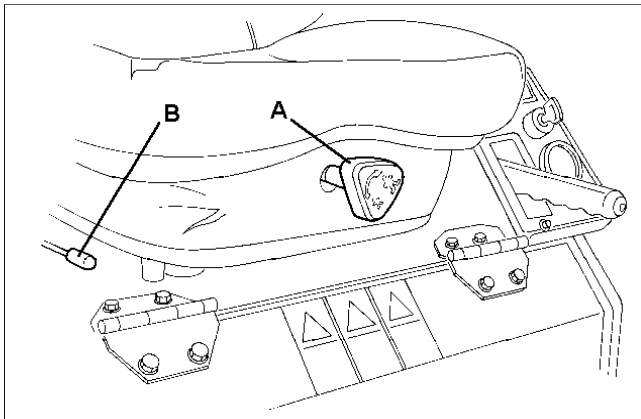

Fig.48
Der Einstellhebel und die Gewichtsanzeige (A) Bild 48) befinden sich an der Vorderseite des Sitzes unterhalb des Gummibalges. Drehen im Uhrzeigersinn erhöht das Fahrergewicht, Drehen entgegen dem Uhrzeigersinn verringert das Fahrergewicht.
Der Einstellhebel befindet sich auf der rechten Seite unterhalb des Sitzkissens (B Bild 48). Zum Verschieben des Sitzes Hebel zum Sitz hin drücken. In der gewünschten Stellung Hebel loslassen und einrasten lassen.
La manopola di regolazione si trova sul davanti del sedile (A Fig. 48), al centro sotto il cuscino. Girare la manopola in senso orario per aumentare il peso, ed in senso antiorario per ridurlo.
La leva di regolazione si trova a destra del sedile, sotto il cuscino (B Fig. 48). Spostare la leva verso il sedile, quindi muovere il sedile avanti o indietro. Ottenuta la posizione richiesta, rilasciare la leva in una delle posizioni prefissate.